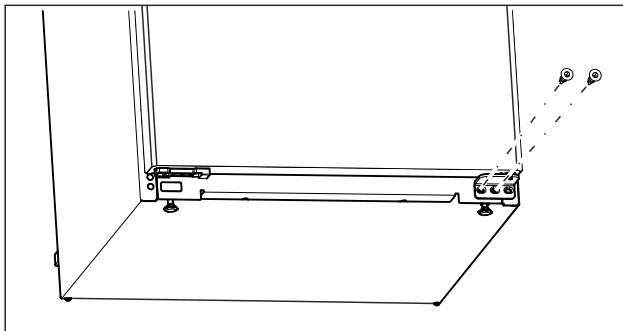

Fig. 6
- ▶ Na donjem ležajnom postolju odvrnite srednji vijak odvijačem Torx 20. (pogledajte Fig. 6)
- ▶ Na donjem ležajnom postolju odvrnite unutarnji vijak odvijačem Torx 20. (pogledajte Fig. 6)